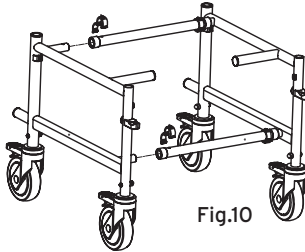

Fig.10
- Collegare la parte appena assemblata all'altro lato del telaio per mezzo degli stessi due tubi di fissaggio e di ulteriori due C-clip come descritto al punto precedente (Fig.10);